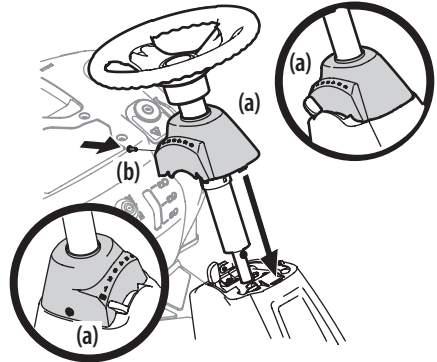

Figura 4
7. Deslice la tapa del pedestal (a) hacia abajo sobre el tractor cortacésped y rótele ligeramente a la derecha para calzarla en su lugar. Sujete la tapa del pedestal (a) con el tornillo (b) que extrajo antes. Consulte la Figura 4.